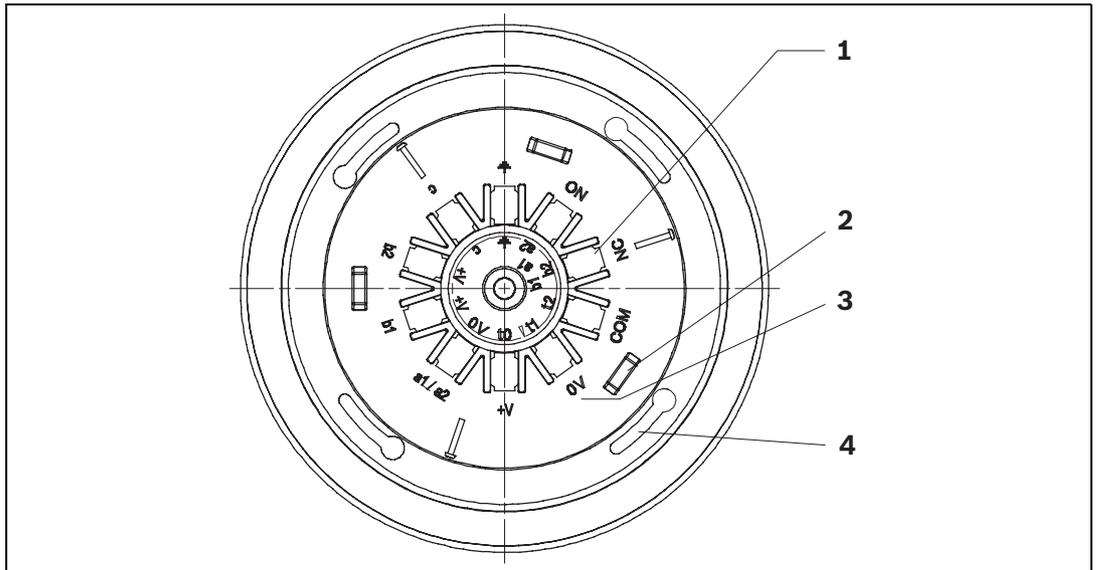

Figura 3.5 Vista en planta de la base
Instale el cableado de la base LSN según el etiquetado del anillo exterior (consulte la Figura 3.5 (3))